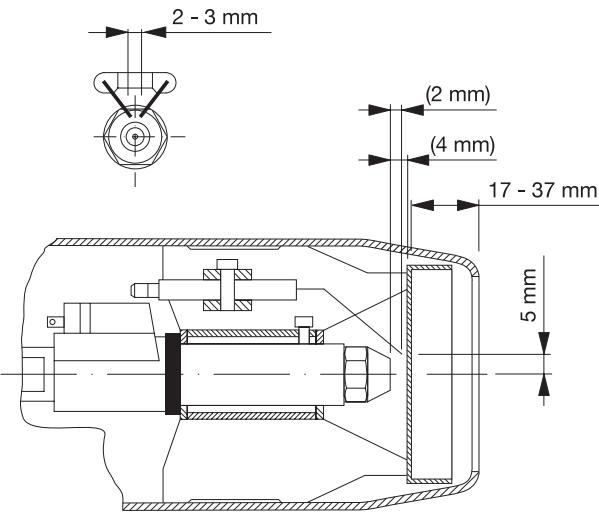

Abbildung 10 / Figure 10
- Abstand zwischen Stauscheibe und Düse (siehe Abb. 10).
- For the distance between baffle plate and nozzle (see fig. 10).
- Ecart entre l'écran réducteur de pression et le gicleur (Cf. fig. 10).
- Die Einstellmaße der Zündelektroden sind zu prüfen bzw. einzustellen (siehe Abb. 10).
- The settings of the ignition electrodes are to be inspected and/or re-adjusted (see fig. 10). After that, bring the burner to the operating position and tighten the service screw.